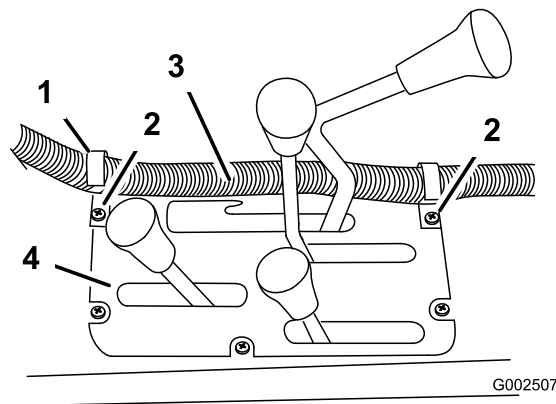
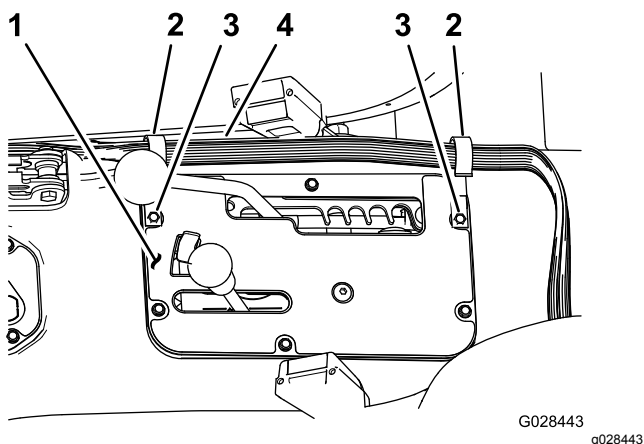

図 20
図 21
1. 既存のねじを使って、センターコンソールの 図 20 または 図 21 に示す位置に、Jクリップ (2 個) を取り付ける。